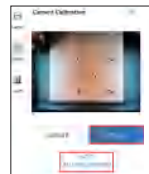

Figura 1
5.2.3.Utilice el controlador de la pantalla táctil para mover el láser a la posición a grabar, como se muestra en la Figura 1 a continuación;